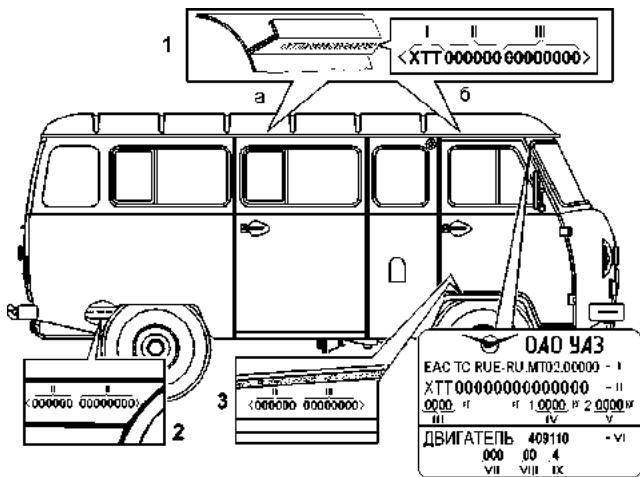

Рис. 1.12. Маркировка транспортного средства:
**Идентификационный номер кузова (кабины)** (рис.1.12) выбивается на горизонтальной панели проема правой передней двери.